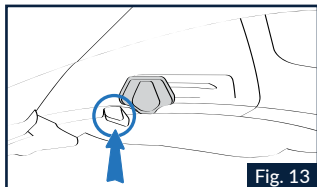

Fig. 13
1.2 Para desactivar el VPS, presione el botón de recuperación tal como se muestra en la Fig. 13 hasta desbloquear el VPS, que automáticamente vuelve a la posición de no uso.